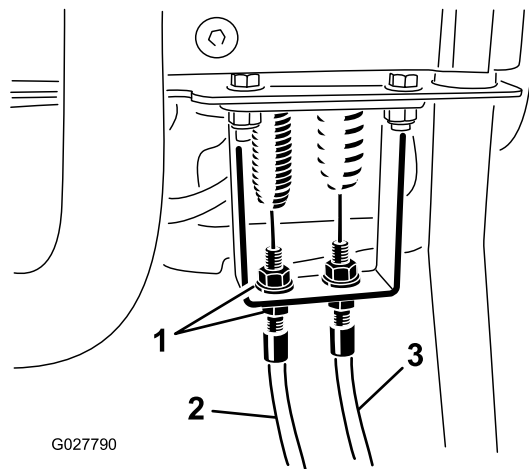

Figura 50
3. Sulla paratia della maniglia di comando, allentate il cavo di comando del cilindro in modo da creare un imbando (Figura 50).